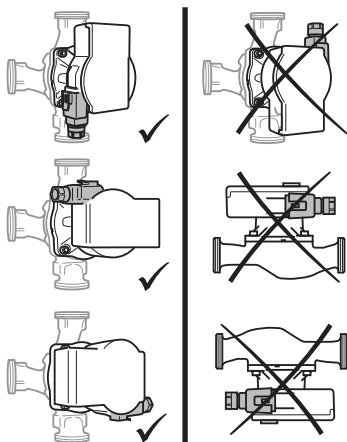

Fig. 2: Монтажни положения
- Мястото на монтаж трябва да бъде избрано съобразно допустимото монтажно положение (Fig. 2).
- Спазвайте допустимото монтажно положение (Fig. 2) на помпата, съответно завъртете главата на мотора (2+6).
- Спазвайте допустимото монтажно положение (Fig. 2) и стрелката за посоката на протичане върху корпуса на помпата (1).
- Затегнете добре 4-те болта на корпуса (5).